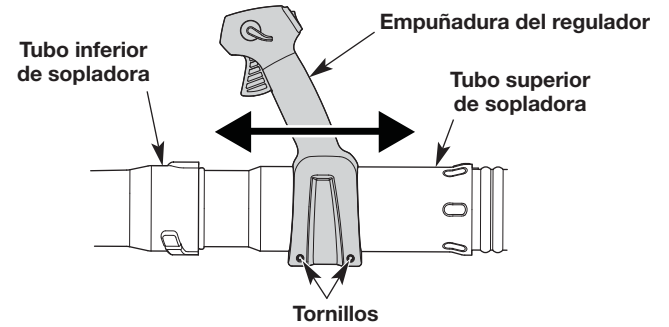

Fig. 6
1. Mueva la empuñadura del regulador a la ubicación del tubo superior de la sopladora que ofrezca el mejor agarre (Fig. 6).
2. Ajuste los dos tornillos de la empuñadura del regulador con un destornillador T-20 Torx® hasta que la empuñadura esté fija (Fig. 6).